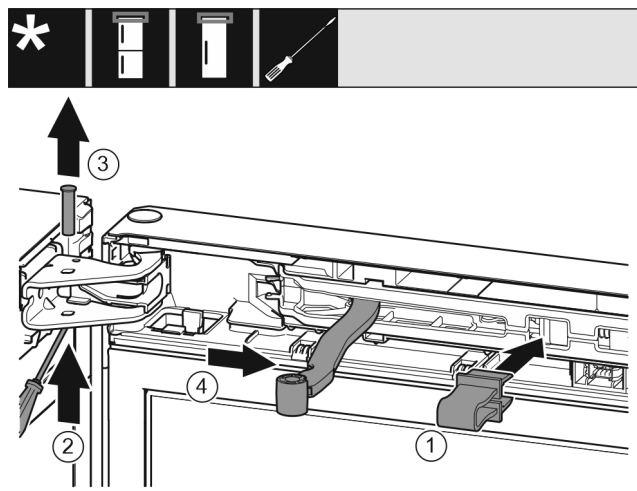

Fig. 6
- ▶ Zabezpieczenie zazębnić w otworze. Fig. 6 (1)
- ▶ Sworznie wysunąć przy pomocy śrubokręta. Fig. 6 (2)
- ▶ Sworznie wyjąć w górę. Fig. 6 (3)
- ▶ Przegub obrócić w kierunku drzwi. Fig. 6 (4)